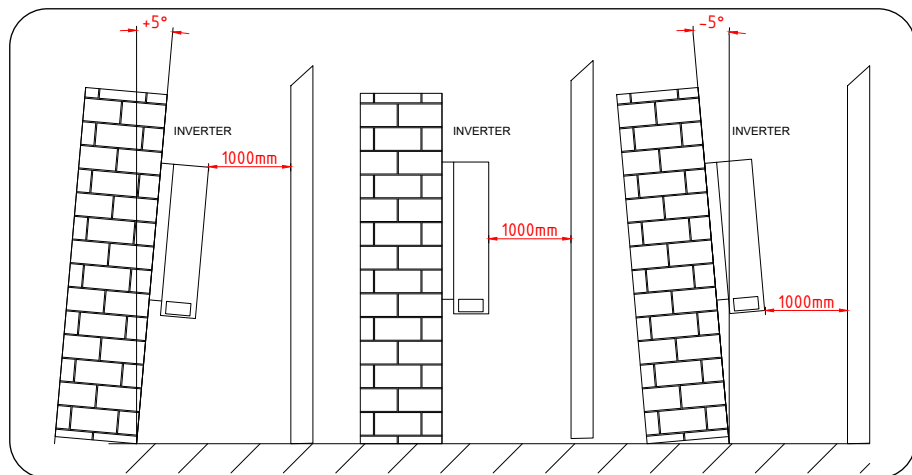
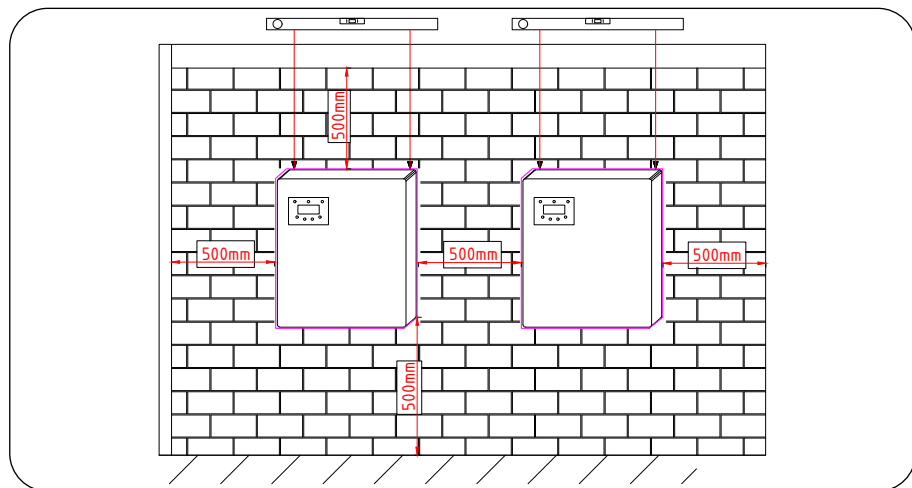

Figura 7 - Spazio di installazione dell'inverter (distanze minime), vista laterale
Figura 8 - Spazio di installazione dell'inverter (distanze minime), vista frontale
- Installare verticalmente con un'inclinazione massima di ± 5 gradi: un'inclinazione superiore potrebbe causare un declassamento della potenza in uscita (vedi Figura 7 e Figura 8).